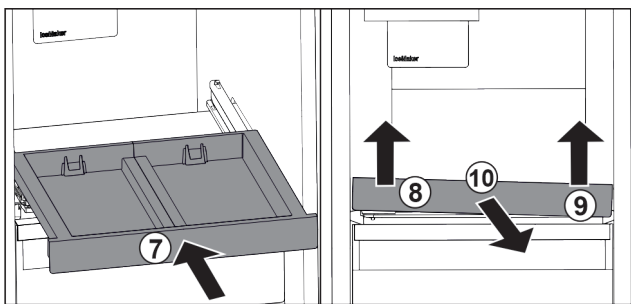

Fig. 97
- ▶ 推入拉出式搁板。 Fig. 97 (7)
- ▶ 抬起抽屉左前部。 Fig. 97 (8)
- ▶ 抬起抽屉右前部。 Fig. 97 (9)
- ▶ 向前取出拉出式搁板。 Fig. 97 (10)